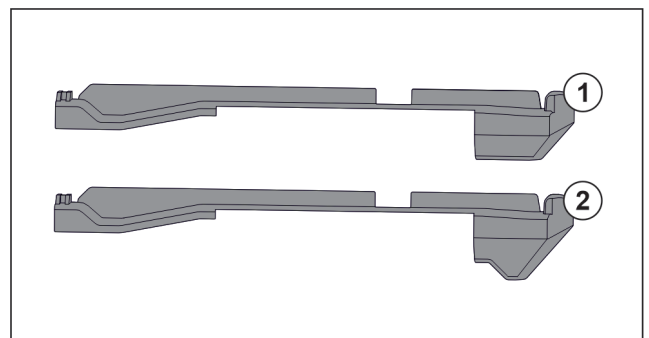

Fig. 195 A felhúzható elemek összehasonlítása
A készülékben két különböző felhúzható elem található. A legalsó fiók felett lévő felhúzható elemnek Fig. 195 (2) háromszögletű éle van. Minden más felhúzható elemnek Fig. 195 (1) egyenes éle van.
- ▶ A háromszögletű éllel rendelkező felhúzható elemet Fig. 195 (2) vigye a legalsó fiók fölé.
- ▶ Egyenes éllel rendelkező felhúzható elemet Fig. 195 (1) tegyen minden más helyre.